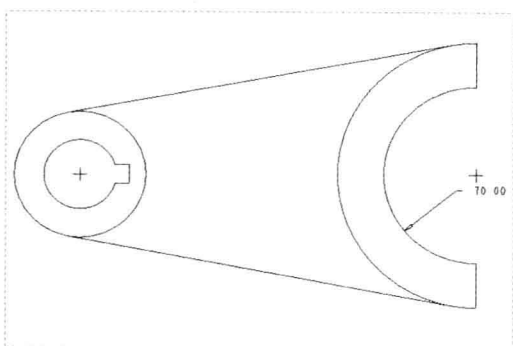

图 3-76 删除尺寸
Step 02 在绘图区选择要删除的尺寸，按【Delete】键，即可删除尺寸，效果如图 3-76 所示。